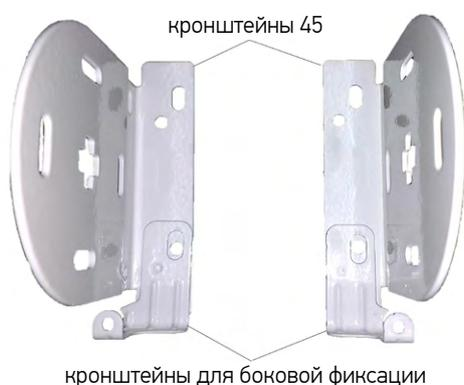

Рис. 3. Установка кронштейнов для боковой фиксации
- Просверлить отверстия под кронштейны, при необходимости вставить дюбели (не входят в комплект поставки). Если изделие имеет боковую фиксацию (модель Классика LVT), то наложить кронштейны для боковой фиксации на обычные кронштейны (Рис.3) и прикрутить их совместно саморезами.